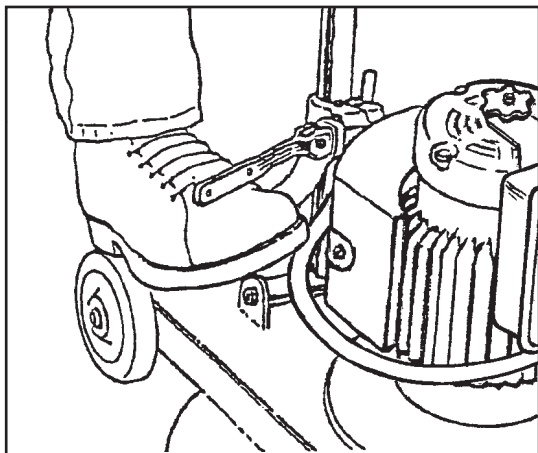

Figure 4
2. Pour verrouiller le timon, presser le levier de verrouillage (vers le bas) (Voir fig.4)
1. Le levier de verrouillage se trouve sur la partie inférieure du montant du timon. Relever le levier avec le pied (Voir fig.4).